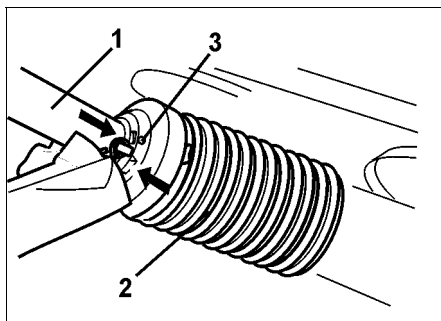

Fig. 27
- Skjut på skyddet (Fig. 27/1) och vrid skyddstratten (Fig. 27/2) i monteringsposition.
- Drag åt stoppskruven (Fig. 27/3)